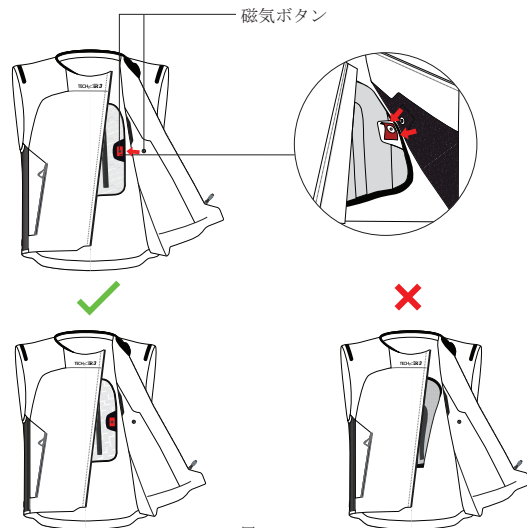

図9
1. システムを装着し、胸部に位置するエアバッグを、ベストのマグネットボタンで固定します (図9)。
3. 作動ジップ(1)が正しく閉められ、スイッチが入ったことは、LEDディスプレイ (2) の表示および同じエリアでの振動によって通知されます。
4. システムのスイッチが入ったら、LEDディスプレイ (2) を見て、システムが正しく起動したことを確認してください (セクション13「LEDディスプレイ表示」を参照)。特に、ユーザーは、システムの作動後にシステム障害が発生していないことを確認する必要があります。